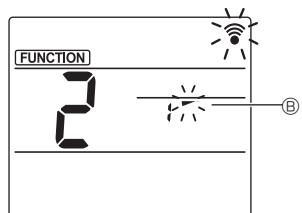

Fig. 3-3
- Настройка угла дефлектора (Fig. 3-3)